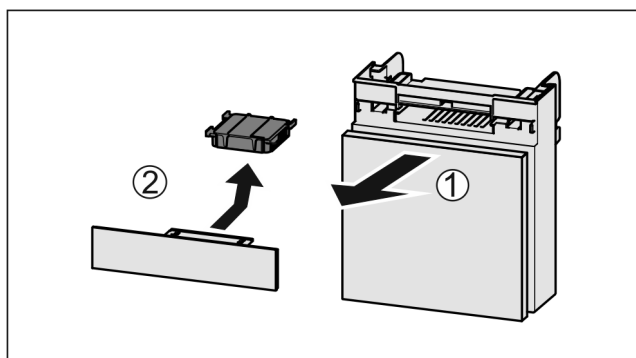

Fig. 36
- ▶ Издърпайте Fig. 36 (1) напред от отделениято.
- ▶ Извадете Fig. 36 (2) филтърта с активен въглен.